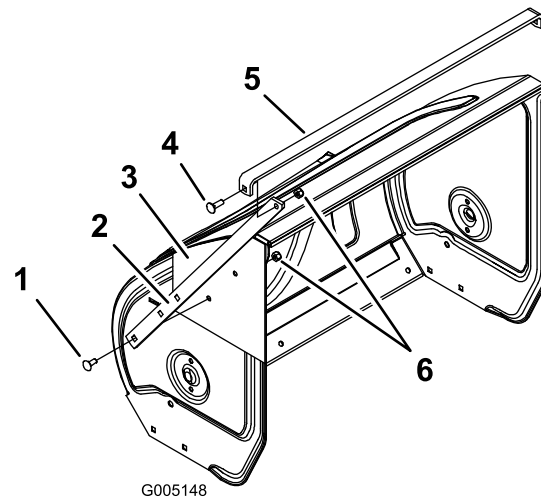

Figure 1
fraise et le côté droit du gabarit avec le bord avant du carter (Figure 1).
10. Montez un brise-congères de chaque côté du carter avec 2 boulons de carrossier ((5/16 x 3/4") et 2 contre-écrous (Figure 1).
Remarque: Vérifiez que le bord supérieur du brise-congères est parallèle au sol (Figure 1).
11. Montez le brise-congères supérieur sur les extrémités supérieures des brise-congères latéraux et fixez-le en place avec 2 boulons de carrossier ((5/16 x 1") et 2 contre-écrous (Figure 1).